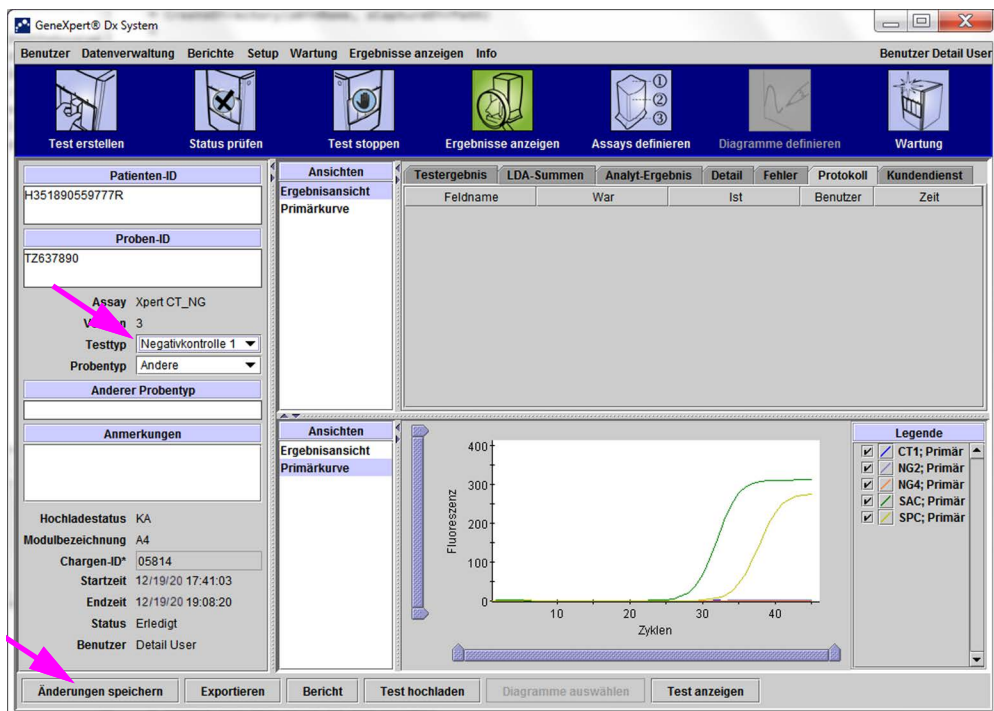
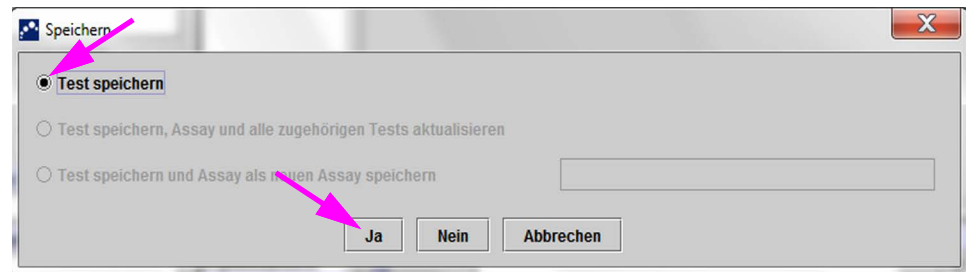

Abbildung 5-50. GeneXpert Dx Fenster „Ergebnisse anzeigen“ mit geändertem Testtyp
Abbildung 5-51. Dialogfeld „Speichern“
3. Ändern Sie den Testtyp zu „Negativkontrolle“, wie in Abbildung 5-50 dargestellt.
4. Klicken Sie auf die Schaltfläche **Änderungen speichern** unten im Fenster „Ergebnisse anzeigen“ (vgl. Abbildung 5-50). Daraufhin wird das Dialogfeld „Test speichern“ geöffnet. Siehe Abbildung 5-51.